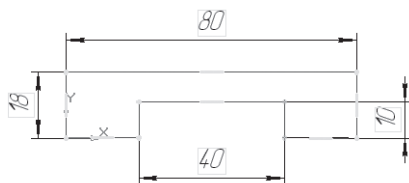

Рис. 185
- с помощью непрерывного ввода объекта и ортогонального черчения постройте эскиз основания детали (рис. 185);